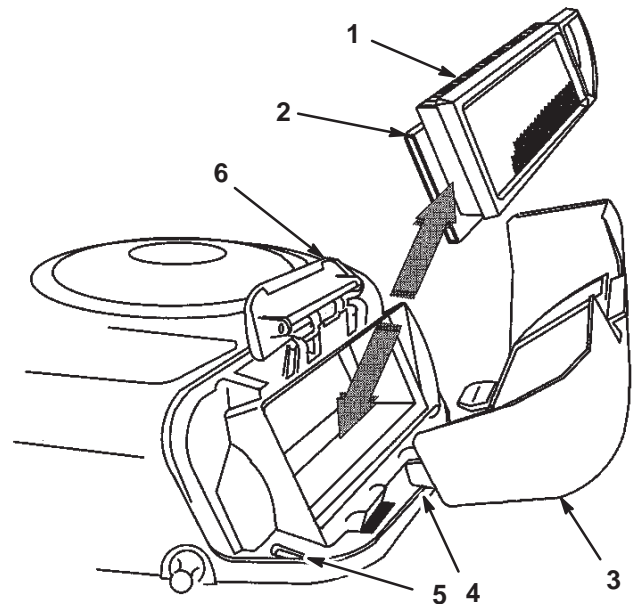

Figure 31
4. Sortez avec précaution les éléments en papier et en mousse du carter de soufflante (Fig. 31).
2. Placez les languettes du couvercle du filtre à air en face des fentes du carter de soufflante (Fig. 31). Accrochez la poignée sur le couvercle et appuyez dessus pour verrouiller le couvercle en place.